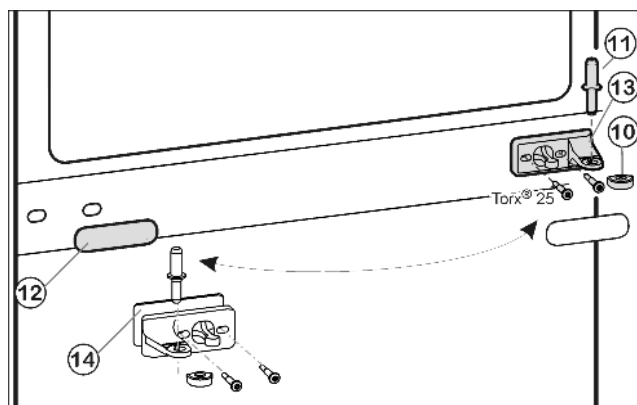
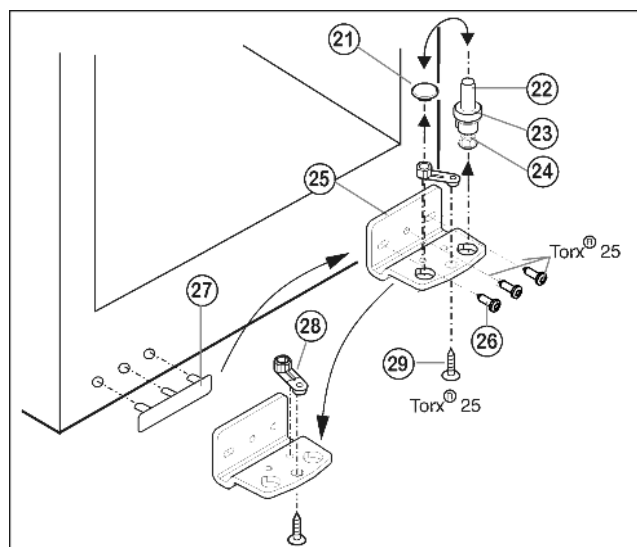

Fig. 5
Fig. 6
- ▶ Wyjąć środkowy sworzeń zawiasu Fig. 5 (11) z płytki zawiasu i dolnych drzwi.
- ▶ Wyjąć zaślepkę z tworzywa sztucznego Fig. 5 (10).
- ▶ Odkręcić środkową płytkę zawiasu Fig. 5 (13)(2 razy Torx® 25).
- ▶ Ostrożnie zdjąć osłonę Fig. 5 (12).
- ▶ Środkową płytkę zawiasu Fig. 5 (13) z podkładką Fig. 5 (14) obrócić o 180° przykręcić mocno na nowej stronie zawiasu (**z siłą 4 Nm**).
- ▶ Założyć zaślepkę Fig. 5 (12) obrócić o 180° po nowej stronie uchwyty.
- ▶ Trzpień zawiasu Fig. 6 (22) kompletny, z podkładką Fig. 6 (23) i nóżką Fig. 6 (24), wyciągnąć do góry.
- ▶ Unieść zatyczki Fig. 6 (21).
- ▶ Odkręcić Fig. 6 (25) płytkę zawiasu Fig. 6 (26).
- ▶ Odkręcić element zawiasu Fig. 6 (28), przenieść do przeciwległego otworu zawiasu i tam dokręcić.
- ▶ Zdjąć i przenieść osłonkę po stronie uchwyty Fig. 6 (27) na przeciwległą stronę.
- ▶ Przykręcić mocno płytkę zawiasu Fig. 6 (25) na nowej stronie (**z siłą 4 Nm**), w razie potrzeby za pomocą wkrętarki akumulatorowej.
- ▶ Zatyczki Fig. 6 (21) ponownie włożyć do innego otworu.
- ▶ Trzpień zawiasu Fig. 6 (22) kompletny, z podkładką i nóżką włożyć ponownie. Przy tym zwrócić uwagę, by krzywka zatrzaskowa wskazywała do tyłu.
- ▶ Założyć dolne drzwi od góry na dolny sworzeń zawiasu Fig. 6 (22).
- ▶ Ponownie założyć zaślepkę z tworzywa sztucznego Fig. 5 (10) na środkową płytkę zawiasu Fig. 5 (13).
- ▶ Po nowej stronie zawiasu przenieść środkowy sworzeń zawiasu Fig. 5 (11) przez środkową płytkę zawiasu Fig. 5 (13), wkładając go w dolne drzwi.
- ▶ Założyć górne drzwi na środkowy sworzeń zawiasu Fig. 5 (11).
- ▶ Korzystając ew. z obu podłużnych otworów w dolnej płytce zawiasu Fig. 6 (25) i środkowej płytce zawiasu Fig. 5 (13) ustawić drzwi w jednej linii z obudową urządzenia. W tym celu wykręcić środkową śrubę z płytki zawiasu u dołu Fig. 6 (25).